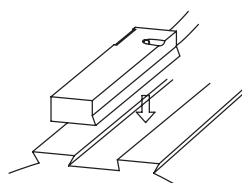

図1
- ① スwitchをシリンダ本体取付溝に上面より挿入してください。（図1）